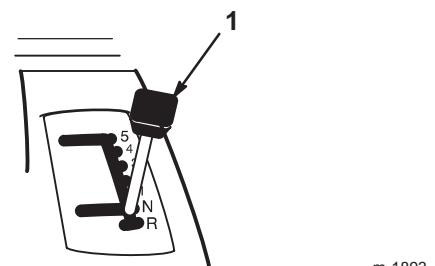

Bild 7
3. Stellen Sie den Fahrantriebshebel auf Neutral (Bild 7).